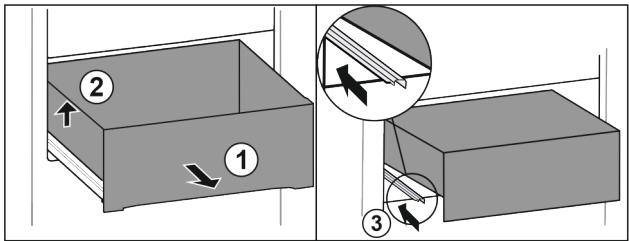

Fig. 13*
- Вытяните выдвижной ящик полностью Fig. 13 (1).*
- Приподнимите выдвижной ящик слева Fig. 13 (2).*
- Вставьте левую направляющую Fig. 13 (3).*